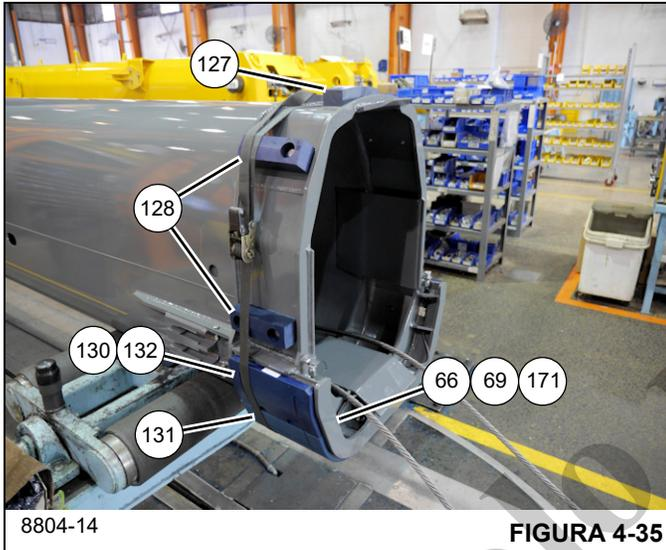

FIGURA 4-35
- 85. Retire la sección telescópica 4 (5) de la sección telescópica 3 (4). Coloque la sección telescópica 4 (5) en soportes adecuados.
- 86. Retire la almohadilla de desgaste (132) y suplemento (130) de la parte trasera de la sección telescópica 4 (5) (lados izquierdo y derecho) (vea la Figura 4-35).
- 87. Retire el conjunto de manguera de engrase (66, 69, 171) de la almohadilla de desgaste (131) en la parte trasera de la sección telescópica 4 (5) (lados izquierdo y derecho) (Figura 4-35).
- 88. Retire los dos pernos (129) que fijan la almohadilla de desgaste (2x-128) de la parte trasera de la sección telescópica 4 (5) (vea la Figura 4-35).
- 89. Retire los dos pernos (31) y la almohadilla de desgaste (127) de la parte trasera de la sección telescópica 4 (5) (vea la Figura 4-35).